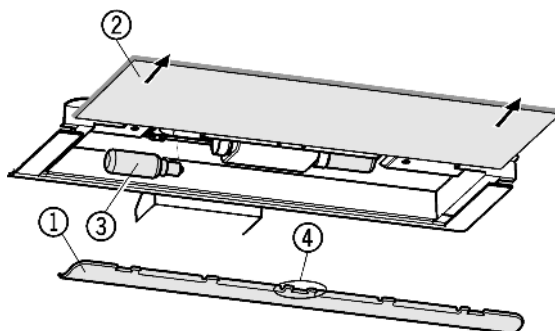

Fig. 17
- Снятие накладки Fig. 17 (1): сзади возьмитесь пальцем за накладку и снимите её с фиксатора.
- Извлеките стеклянную полку Fig. 17 (2).
- Лампу накаливания Fig. 17 (3) заменить.
- Установка накладки на место: защелкните справа и слева, следя за тем, чтобы средний крюк Fig. 17 (4) захватил стеклянную полку.